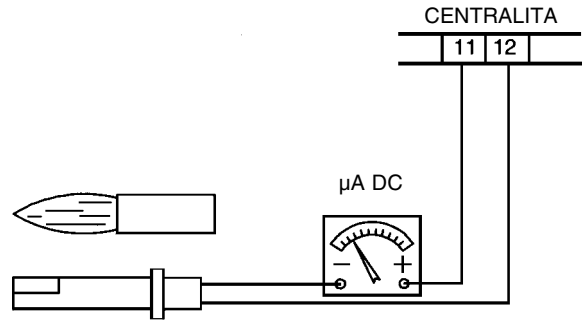

Fig. 25
- Examen y limpieza cuidadosa de la fotoresistencia de control de llama, si fuera necesario sustituirla. En caso de duda verificar la señal de encendido de la célula, después de haber puesto en funcionamiento el quemador, siguiendo el esquema en fig. 25.
Para medir la señal de encendido seguir el esquema fig. 25.